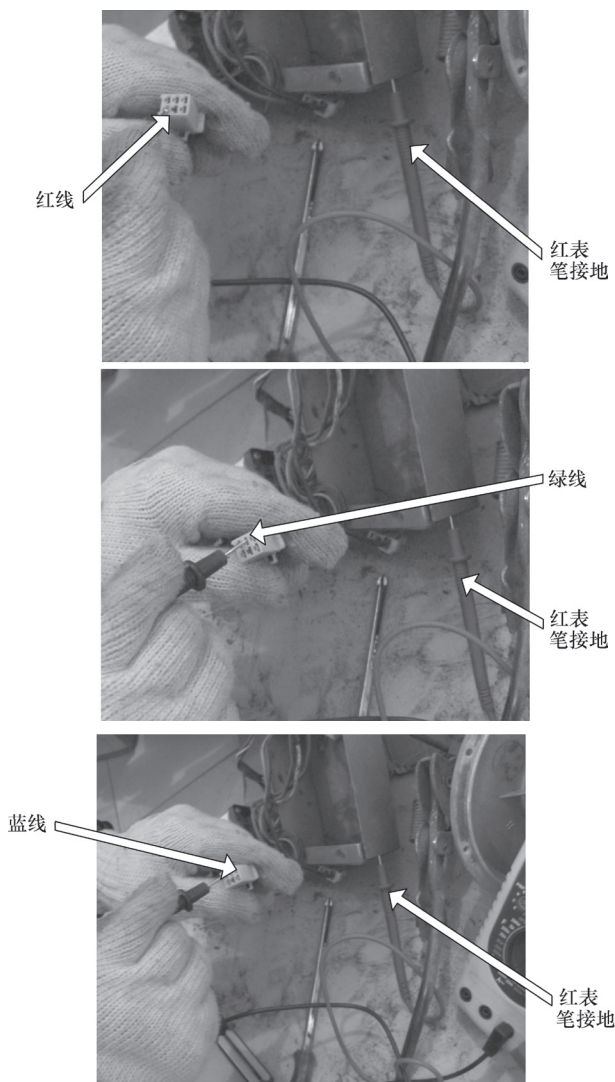

图 7-60 将黑红表反接
3) 当将红、黑表笔对调再测，如图 7-60 所示，所测蓝色线的电阻与其他两根线的电阻相比明显偏小，表明蓝线所连的霍尔元件有故障。拆开电动机检查，发现与蓝色线相连的霍尔元件损坏。